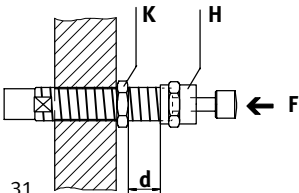

Fig. 31
- Per assicurare una sufficiente stabilità dell'attuatore, la **distanza d** da Fig. 31 non deve superare i valori della seguente tabella: